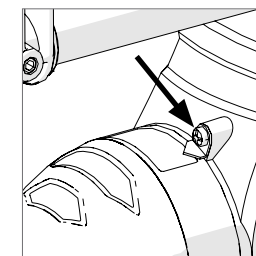

Fig. 12
- Veillez à ce que la tête de coupe soit droite, contre sa butée et à ce que l'indicateur de biseau soit sur 0° (Fig. 12).